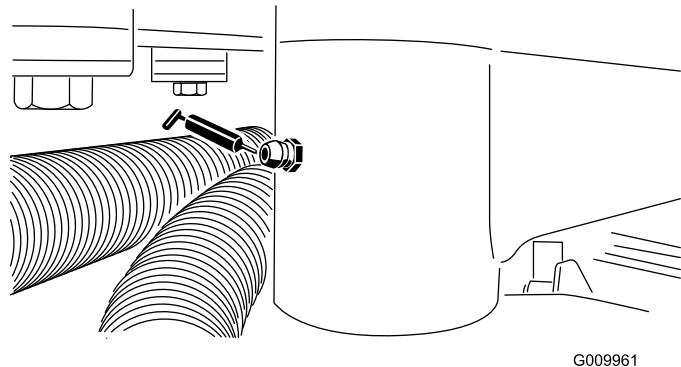

図 38
- ・ ステアリング・ギア (2) (ステアリング・セクタの下のスカートの下) とステアリング・シャフト (2) (図 38)